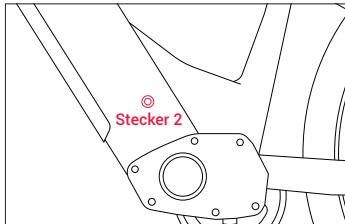

Abbildung 2
Schritt 3: Entfernen Sie die Gummiauflage an der Ladebuchse und stecken Sie den DC-Stecker (Stecker 2) des Ladegeräts in die Akkuladebuchse (Abb. 2).